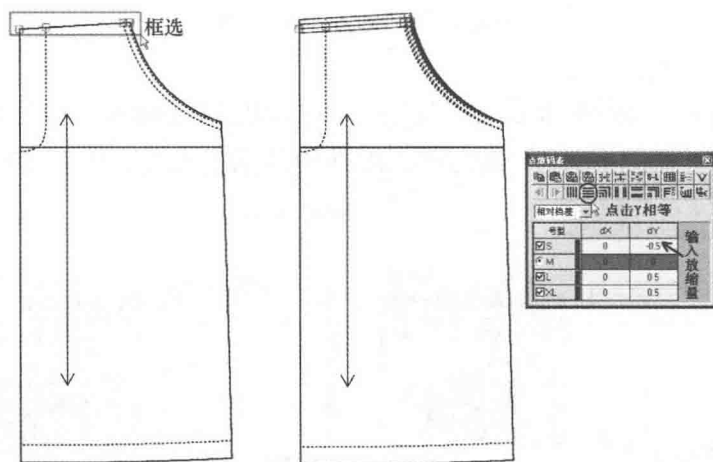

图5-39 前片上口放缩效果图
(9) 用 【选择纸样控制点】工具框选前片上口，在【纵向放缩】栏输入放缩量 -0.5cm，然后点击 Y 相等（图 5-39）。